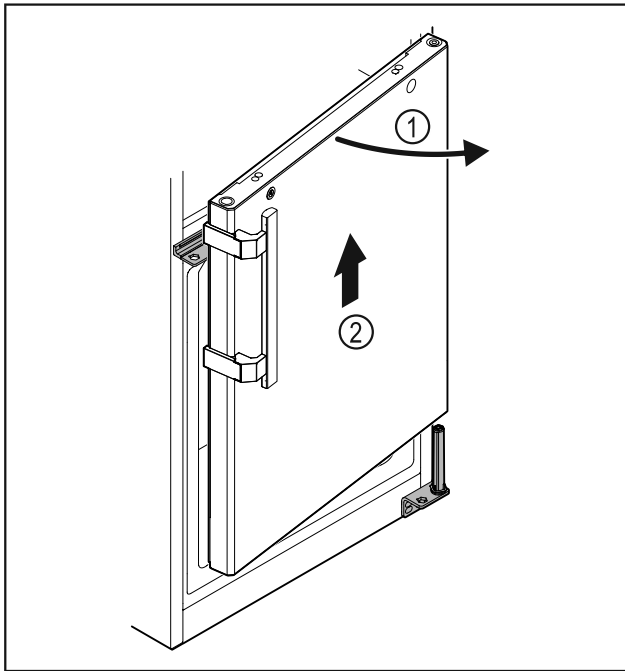

Fig. 27
- ▶ Avaa ovea Fig. 27 (1) hiukan, nosta sitä noin 200 mm suoraan ylöspäin ja ota se pois Fig. 27 (2).